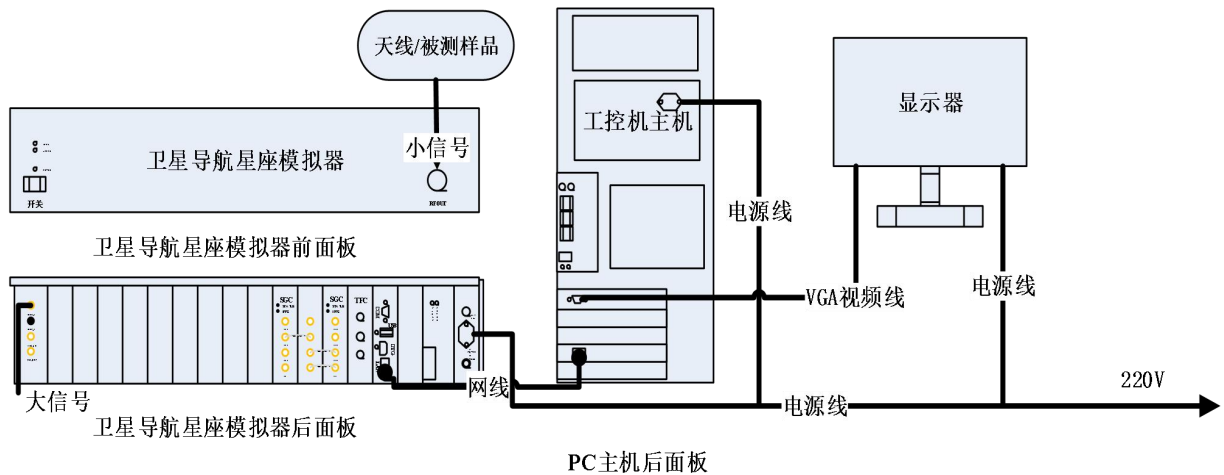

图 1 设备连接示意图
1. 按照如图 1 设备连接示意图所示, 搭建好硬件测试平台;